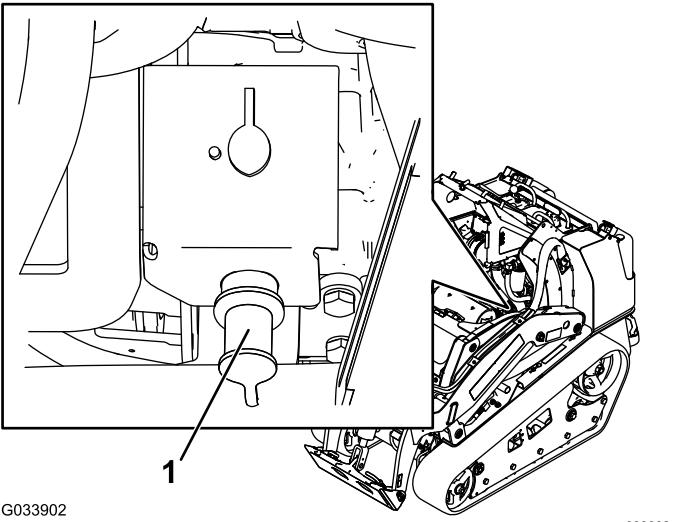

Figura 52
2. Togliete il coperchio dal morsetto di avviamento (Figura 52).
3. Collegate un'estremità del cavetto portatile positivo (+) al morsetto di avviamento (**Figura 52**).